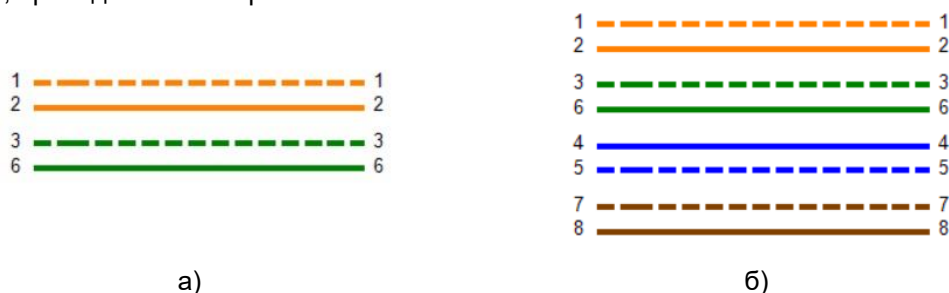

Рис. 2. Схема разводки кабеля: а) - для Fast Ethernet; б) - для Gigabit Ethernet
3. Подготовить необходимое количество кабеля ТЦППт 4х2х0,64 с учётом выбора возможных значений по максимально допустимой длине для обеспечения передачи потока данных Ethernet на скорости 100 и 1000 Мбит/с. Концы кабеля разделить в соответствии со схемами, приведёнными на рис. 2.